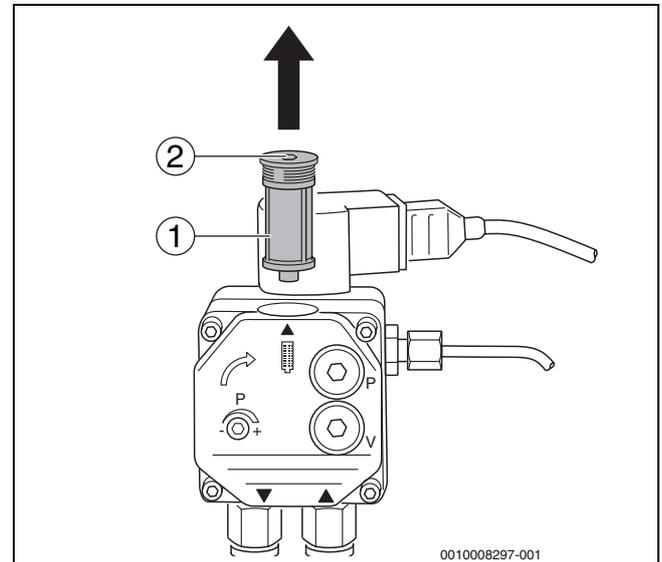

Bild 29 Ölpumpenfilter prüfen – Ölpumpe Danfoss
- ▶ Die Innensechskantschraube an der Oberseite (→Bild 29, [2]) lösen.
- ▶ Ölpumpenfilter (→Bild 29, [1]) nach oben herausziehen.
- ▶ Ölpumpenfilter (→Bild 29, [1]) mit Waschbenzin reinigen, gegebenenfalls austauschen und wieder in die Ölpumpe einbauen.